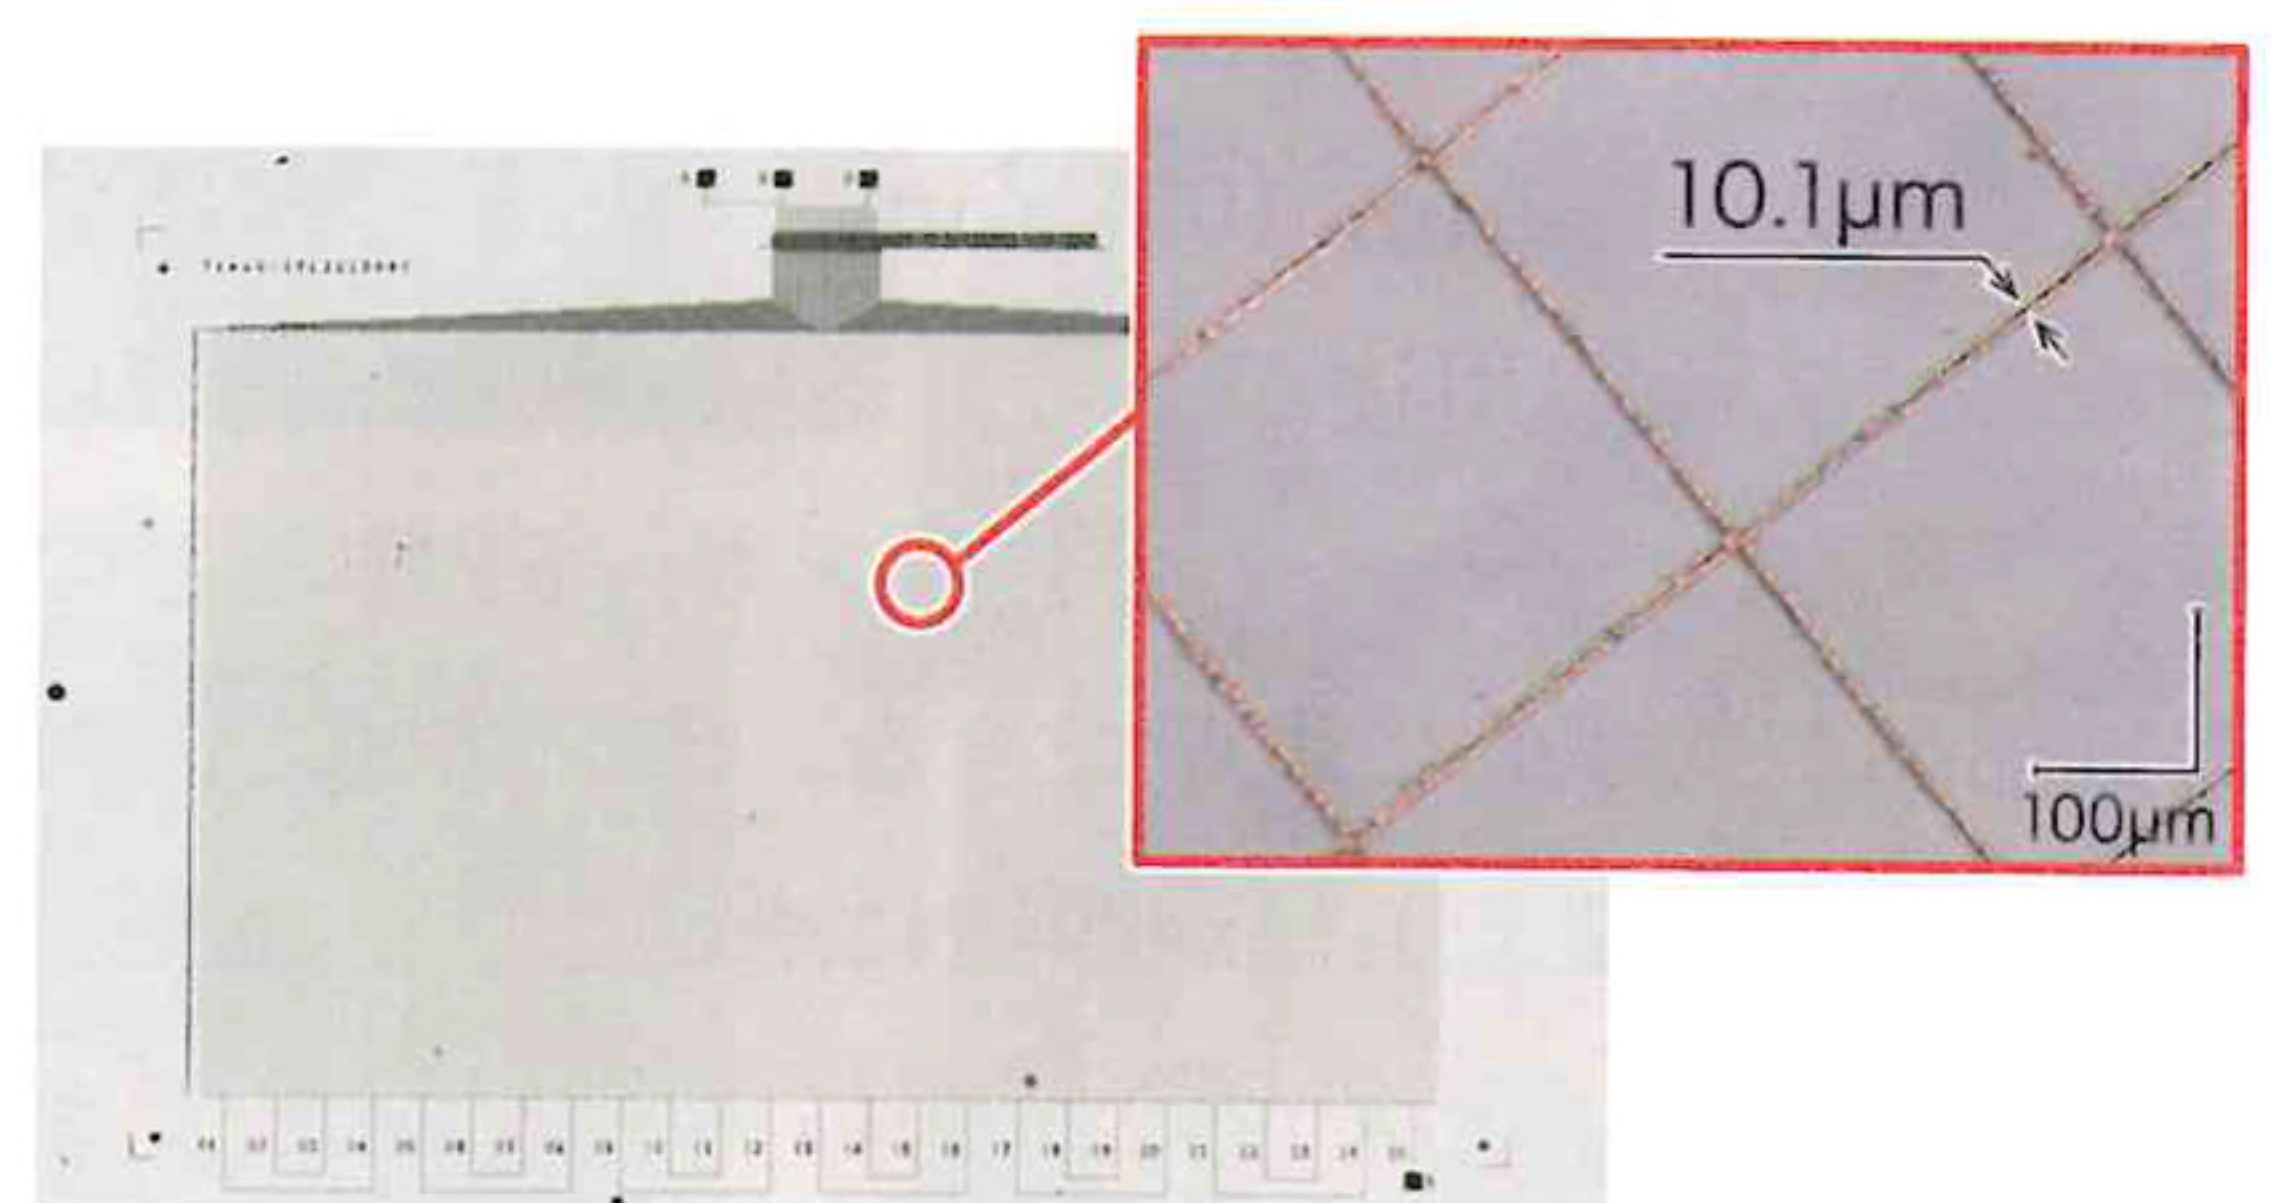

図5 電気印刷した細線 (10 $\mu$ m) の電気回路
- ① 細線 (10 $\mu$ m 幅) の電気回路が印刷できる。(図5)